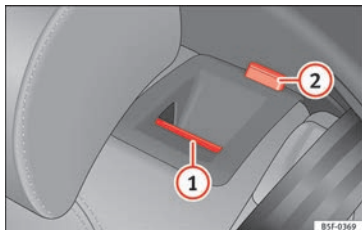

Fig. 148 Sullo schienale del sedile posteriore: tasto di sblocco ①; tacca rossa ②.
- Tirare il tasto di sblocco » fig. 148 ① in avanti e, contemporaneamente, abbattere lo schienale.
- Lo schienale posteriore è sbloccato quando si vede la tacca rossa sul tasto ②.
Lo schienale posteriore è sbloccato quando si vede la tacca rossa sul tasto » fig. 148 ②.